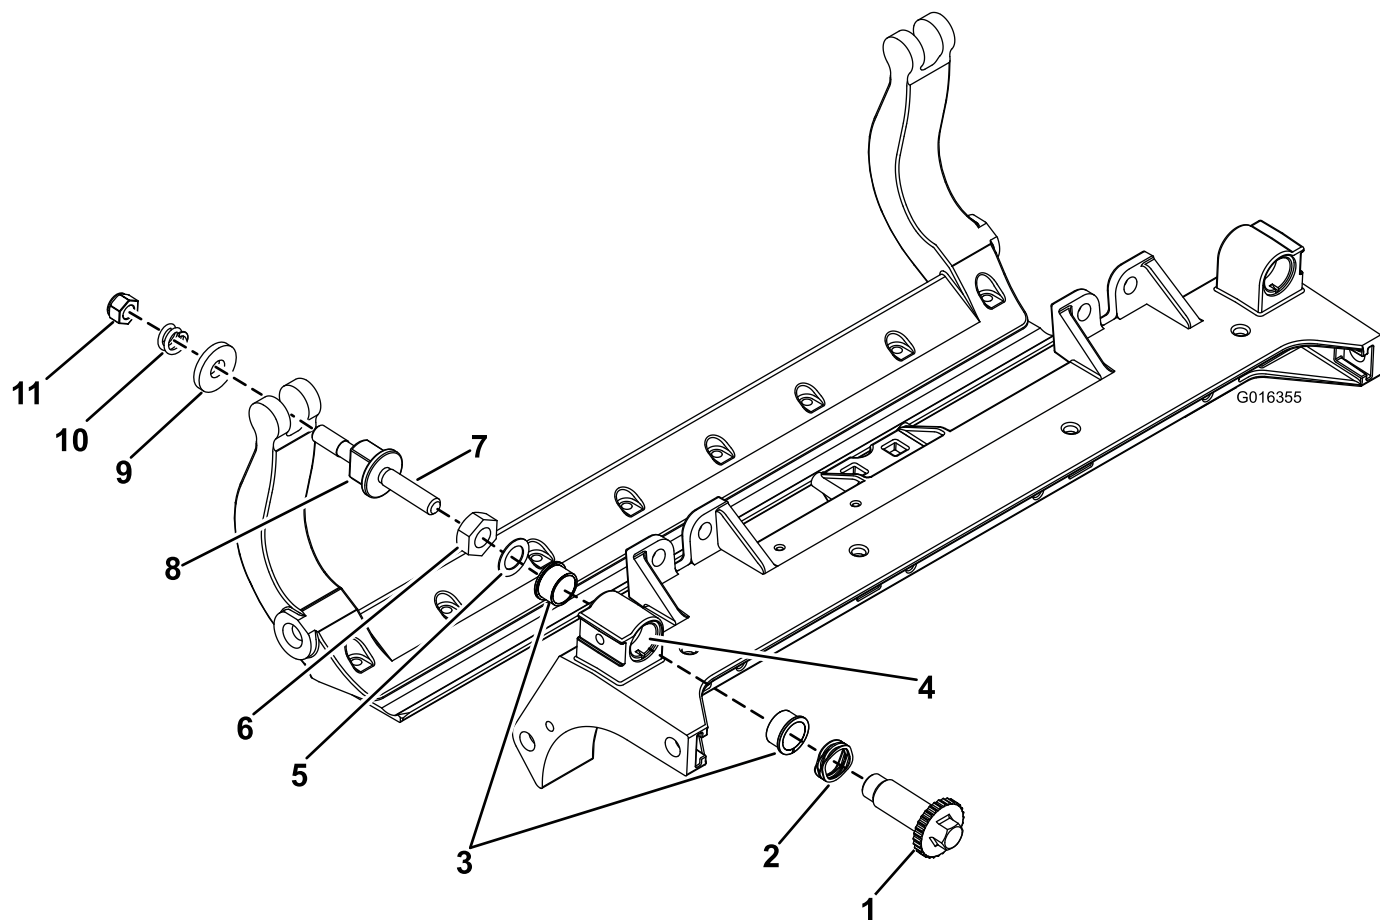

図 5
2. カッティングユニットのセンターフレームのブッシュ挿入場所にネバーシーズを塗布する（図 5）。
3. フランジブッシュのキーとフレームのキー溝を揃えて、ブッシュを挿入する（図 5）。
4. アジャスタシャフトにウェーブワッシャを通し、アジャスタシャフトをカッティングユニットのフレームのフランジブッシュに通す（図 5）。
5. 平ワッシャとロックナットでアジャスタシャフトを固定する（図 5）。ロックナットを 15-20 ft-lb (20-27 Nm=2.1-2.8 kg.m) にトルク締めする。